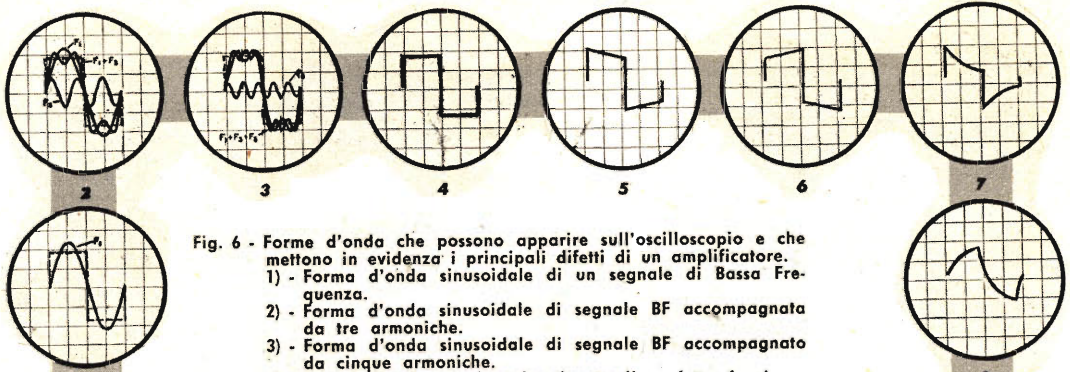

Fig. 6
- Fig. 6 - Forme d'onda che possono apparire sull'oscilloscopio e che mettono in evidenza i principali difetti di un amplificatore.